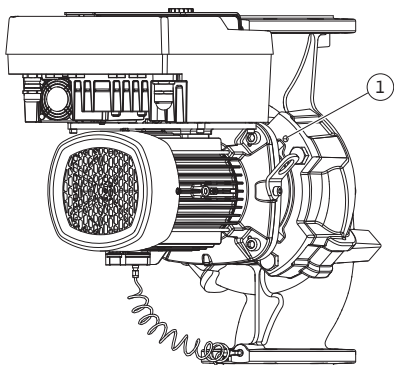
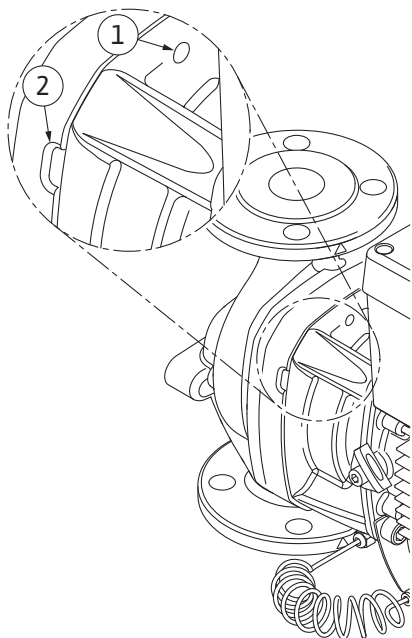

Fig. 103: Įstatomojo modulis nustumimas naudojant sriegiams skirtas angas
Fig. 104: Srieginės angos ir grioveliai įstatomojo modulis nustūmimui nuo siurblio korpuso
12. Siurblio tipui (Fig. III, IV) atlaisvinkite 29 poz. varžtus. Naudokite dvi šalia esančias stiegines jungtis (Fig. 103, poz. 1) ir tinkamus montavimo vietoje naudojamus varžtus (pvz., M10 x 25 mm). Nuimkite įstatomąjį modulį nuo siurblio korpuso. Siurblio tipui (Fig. I ir Fig. II) naudokite dvi sriegines angas M10 (žr. Fig. 104) nauda ir tinkamus montavimo vietoje pristatytus varžtus (pvz., M10 x 20 mm). Nuspaudimui galima naudoti griovelius (Fig. 104, poz. 2). Tam, pvz., įkiškite du atsuktuvus ir panaudokite juos kaip svetus. Pastūmus apie 15 mm, įstatomasis modulis siurblio korpusė nebesilaiko.